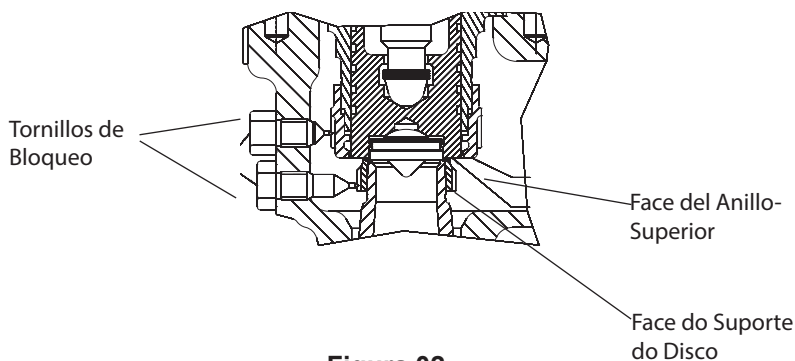

Figura 02
3 Mueva el anillo superior (08), de modo que la cara inferior quede en el mismo nivel de la cara del soporte del disco (Figura 02).